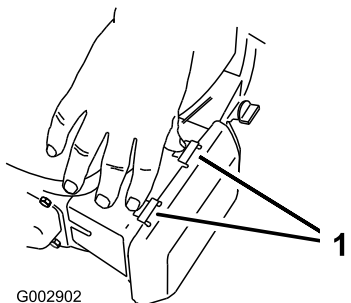

図 40
1. エアフィルタカバーの上部についているラッチのタブを押す 図 40。